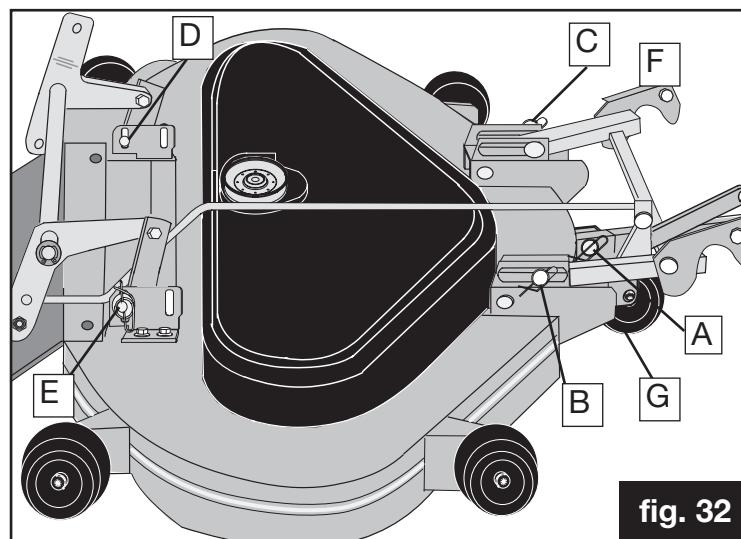

fig. 32
3. Fjern de 3 festeboltene foran på dekselet (fig. 32 A, B og C) ved å løsne "binders"-klipsene (fig. 33 og 33a) og fjerne dem.
4. Fjern de 2 festeboltene bak på dekselet (fig. 32 - D og E).
8. Hvis du skal bruke traktoren uten deksel, må du fjerne festestangen\* (fig. 32 F).